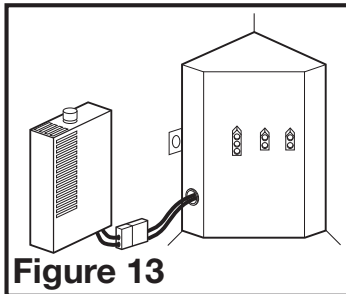

Figure 13
- MODÈLES AVEC DÉTECTION D'HUMIDITÉ :** branchez les câbles à 2 broches du ventilateur et les câbles à 3 broches de connexion rapide du moteur dans la prise correspondante située sur le couvercle du compartiment de fil. Connectez le connecteur à deux broches du compartiment de l'hygrostat au connecteur à deux broches du côté du couvercle du logement de fil. Ces câbles ne s'adaptent que dans un sens dans les réceptacles (Figure 13).